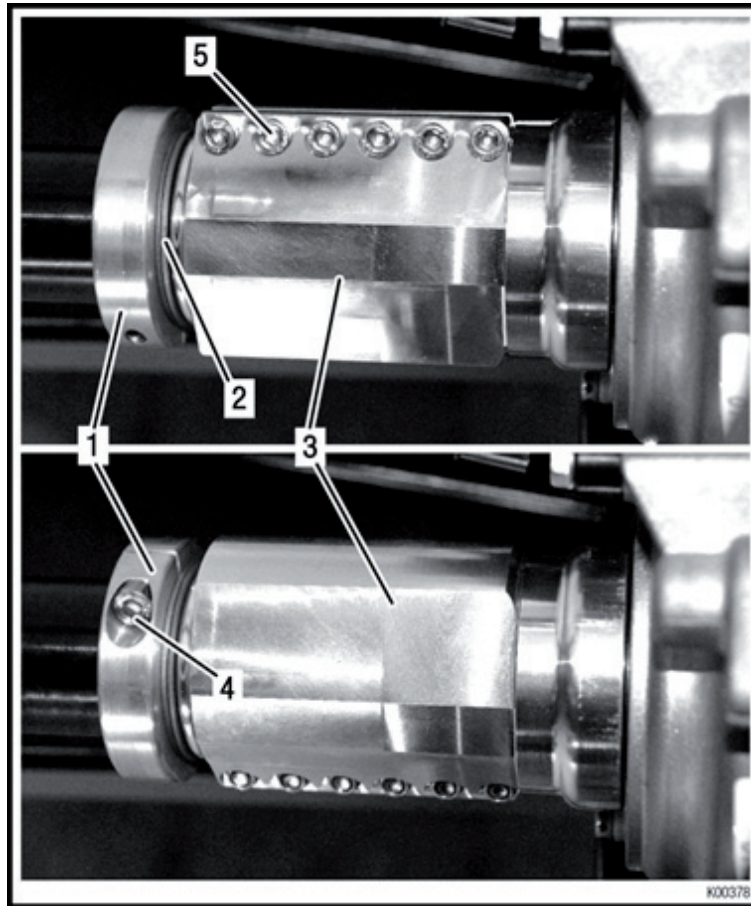

fig.36
- Glisser les bagues de serrage (rep.1, fig.36) la rondelle de butée (rep.2, fig.36) et le limiteur de couple (3) au milieu de l'essieu arrière.
- ➔ Glisser le limiteur de couple, la rondelle de butée et la bague de serrage sur l'arbre creux et serrer les sur l'arbre arrière. Voir fig.36